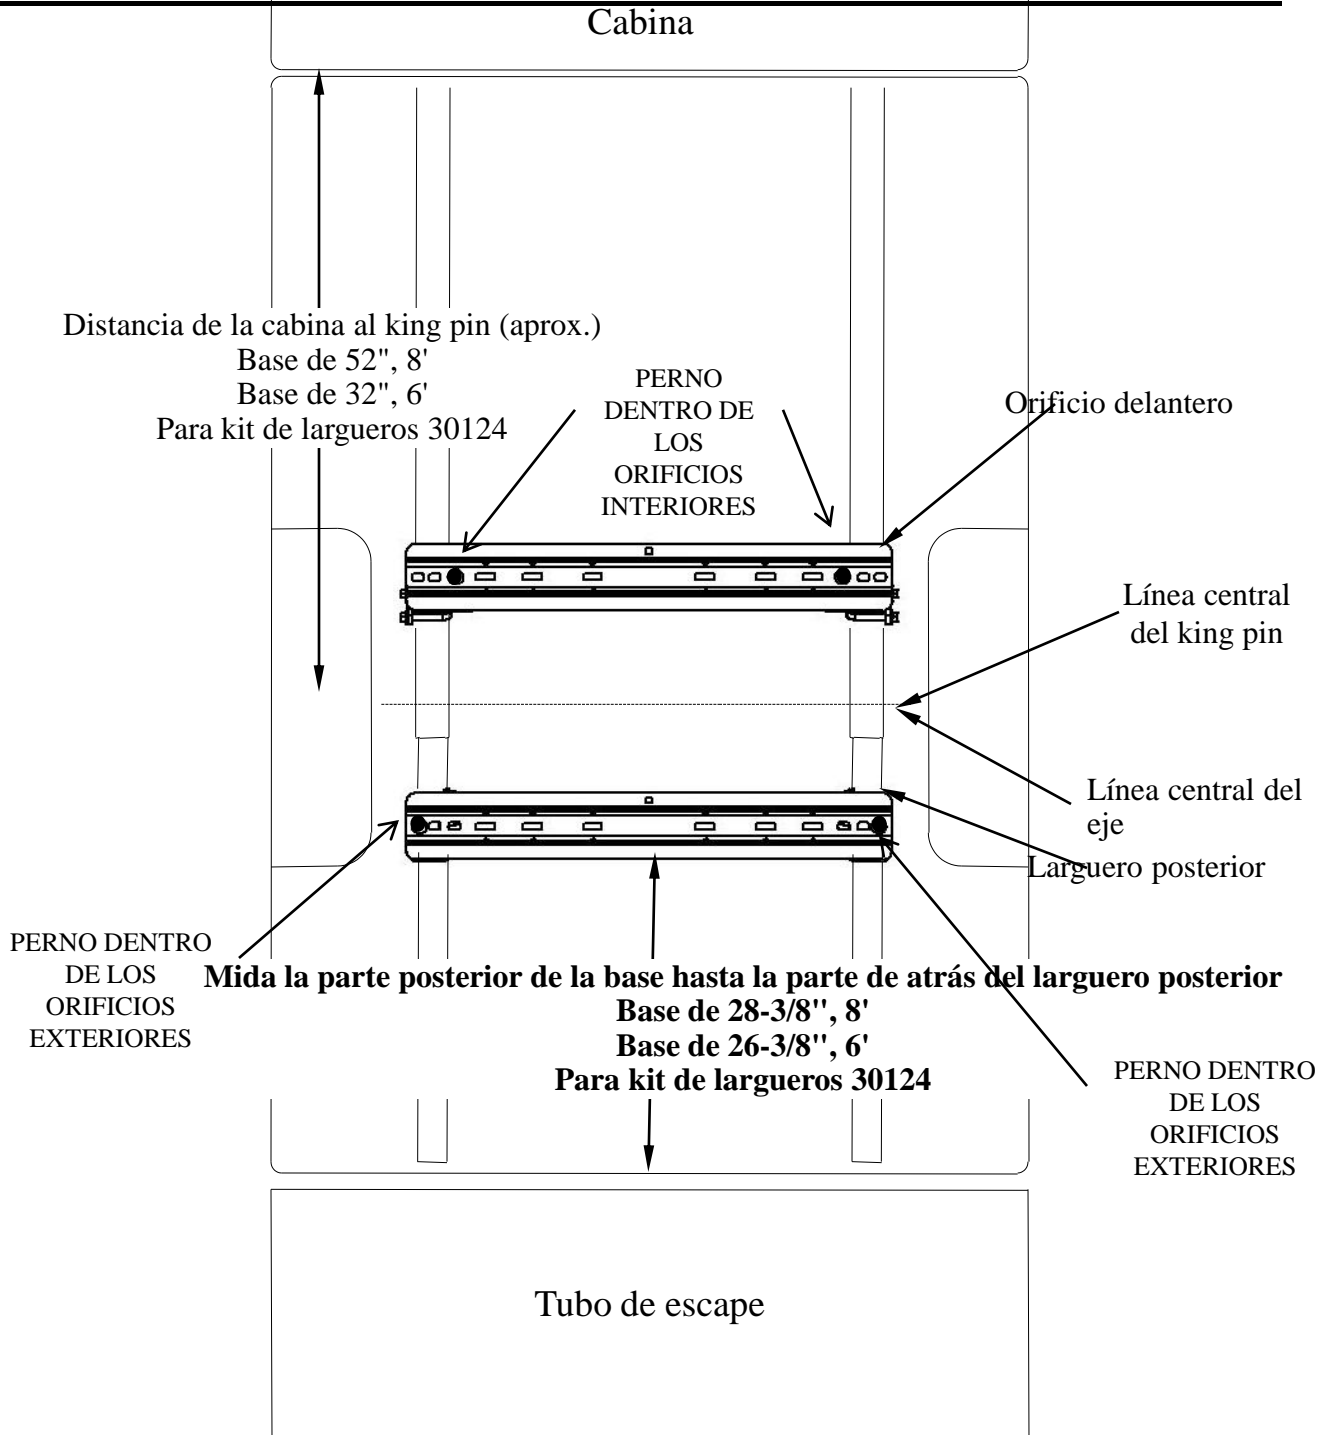

Figura 6
24. Coloque el larguero de montaje posterior en la caja del vehículo. Usando la cinta de medir, centre el larguero entre las costuras de soldar a lo largo del piso del vehículo y la distancia correcta desde el borde posterior de la caja del vehículo como se ilustra en la Figura 6 en la página 8.
25. Marque y centre los orificios según la ilustración en la Figura 6. Mueva el larguero del camino y perforo cada posición con una broca de 1/8". Los orificios en el larguero posterior deben ir a través del apoyo de la base. **ADVERTENCIA: Al perforar los orificios tenga en cuenta los riesgos potenciales para los componentes del vehículo y tome las medidas necesarias para protegerlos de daños.**